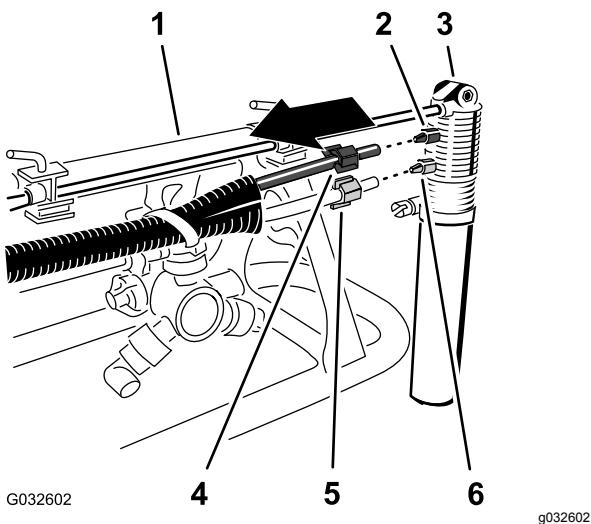

Рисунок 19
2. В месте расположения насадки пенного маркера ослабьте зажимную гайку, которая крепит синюю трубку (вода) к синему обжимному фитингу насадки пенного маркера (Рисунок 19).
3. Ослабьте зажимную гайку, которая крепит прозрачную трубку (воздух) к белому обжимному фитингу насадки пенного маркера (Рисунок 19).
5. Открутите зажимные гайки на концах трубок (Рисунок 19).